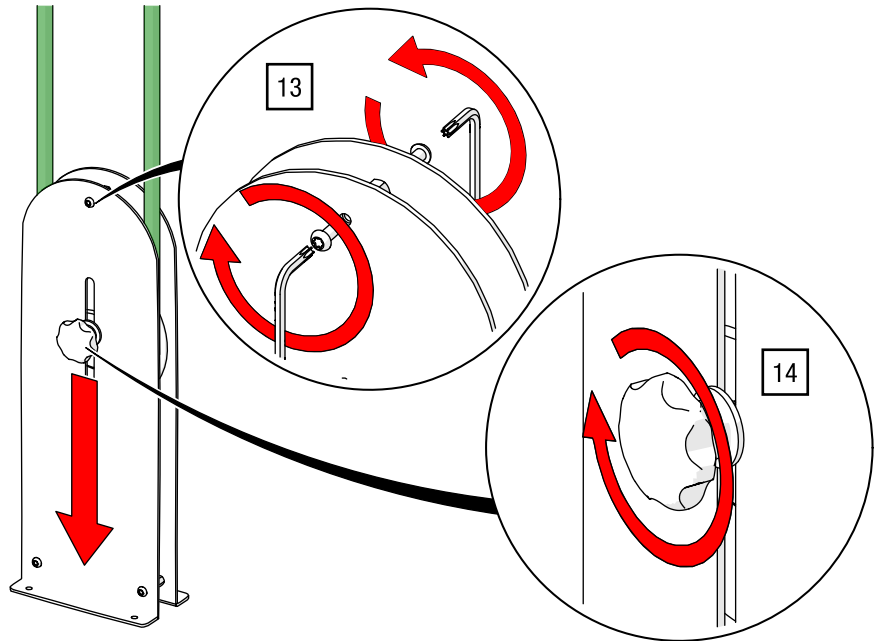

Abb. 123: Manueller Antrieb ROPE-DRIVE – Hanfseilrolle montieren und gespannt anziehen
13. Montieren Sie den Abstandshalter oberhalb der Rolle wieder, indem Sie die zwei Schrauben mit einem TORX®-Schlüssel T40 und 27 Nm anziehen (siehe Abb. 123).
14. Ziehen Sie die Sterngriffe nach unten, bis die gewünschte Seilspannung erreicht ist und fixieren Sie die Sterngriffe (siehe Abb. 123).